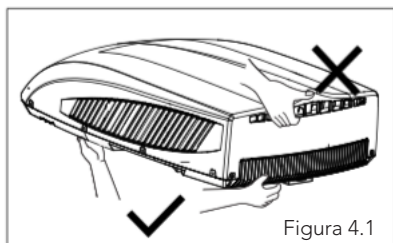

Figura 4.1
1) Al sacar la unidad de exterior después del desembalaje, no levante la rejilla de salida de aire de la parte trasera de la carcasa exterior (vea la figura 4-1)